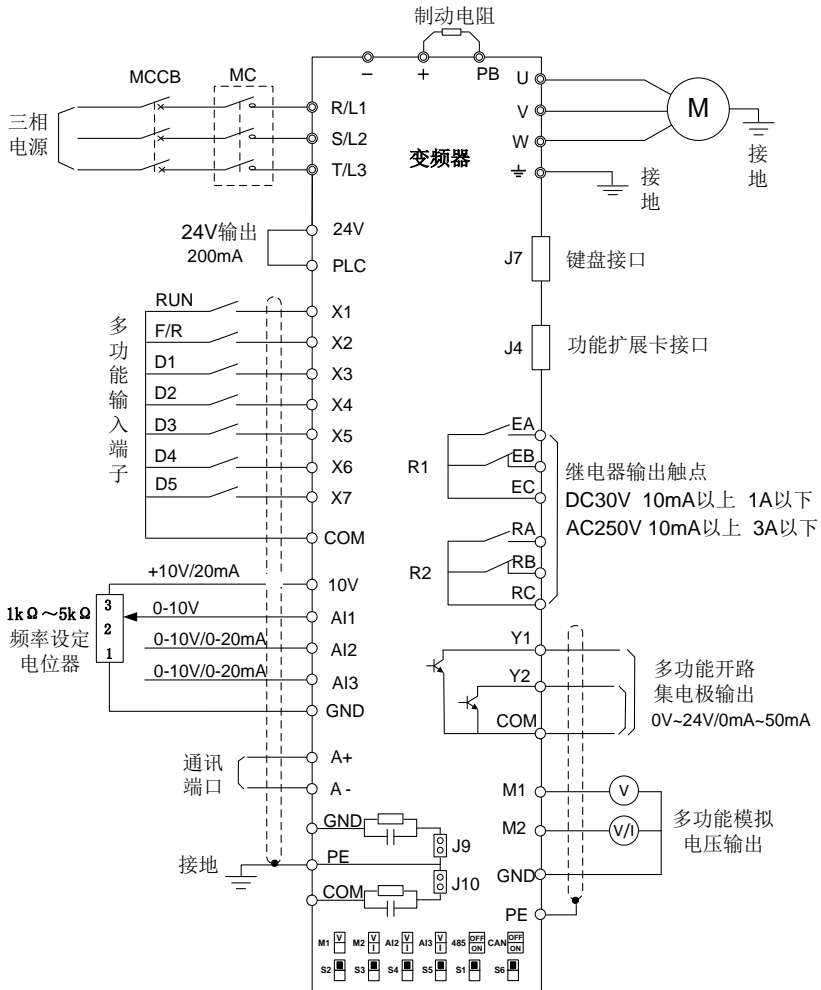

图 3-24 控制回路标准接线图
EM500 系列变频器控制回路的标准接线如图 3-24 所示。
- 2) 配线方式如图 3-24 所示。